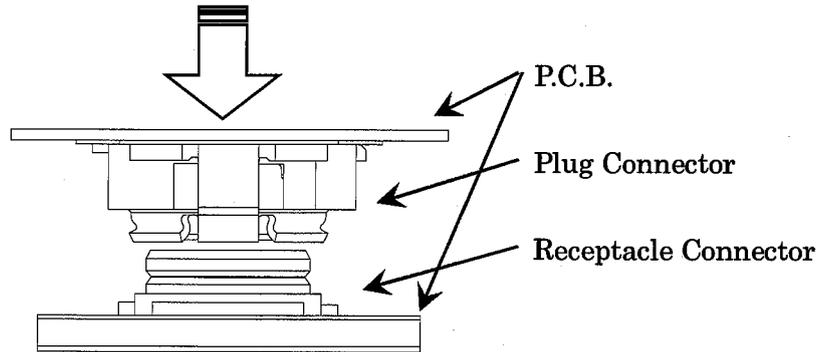

図4 (Fig.-4)
- ・プラグコネクタは必ず基板と垂直に挿入して下さい。(図4)